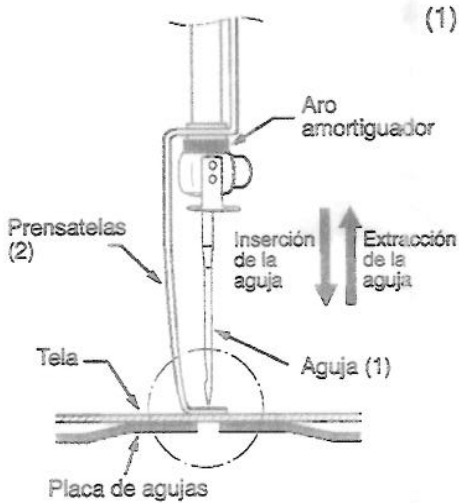

Figura 4-6
(1) Operación correcta del prensatelas
Antes de que la aguja (1) penetre en la tela, el prensatelas (2) debe presionar la tela (ver Figura 4-6) para que la aguja (1) y el hilo superior puedan entrar mientras la tela está firme. Cuando la aguja sale, la relación de posición que existe entre el prensatelas (2) y la aguja (1) es la misma que cuando se inserta la aguja.